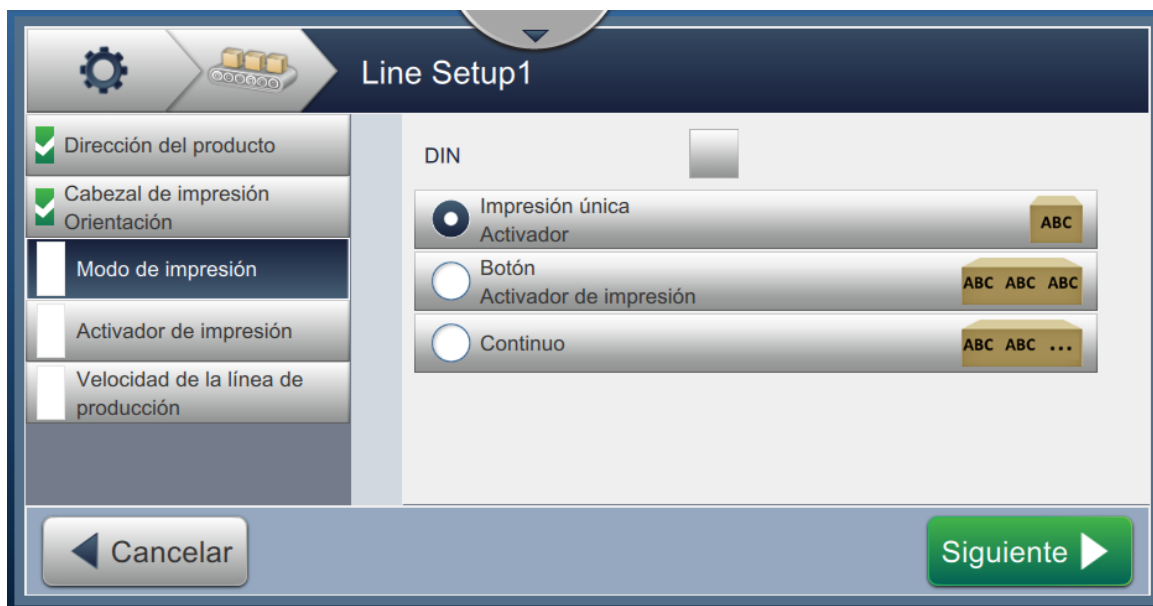

Figura 6-29. Configuración de línea: Modo de impresión
1. Pulse *Modo de impresión* en la pantalla de Configuración de línea, como se muestra en la Figura 6-29.
1. Seleccione esta opción, como se muestra en la Figura 6-29, y pulse el botón .
1. Seleccione la opción *Continuo*, como se muestra en la Figura 6-29, y pulse el botón